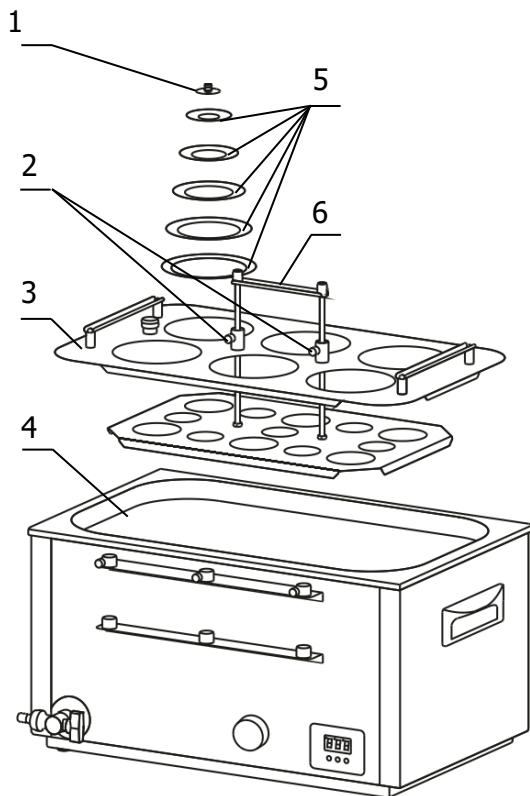

Рисунок 3 — Установка корзины в ванну бани (на примере ЛБ63)
1.4.2 Все модификации лабораторных бань ЛБ имеют сходную конструкцию ванны 3, в которую установлена корзина 1. Корзина имеет адаптер для контрольного термометра 2 и регулируемое по высоте дно. Баня имеет механический таймер 6, цифровой регулятор температуры 7 и кран для слива теплоносителя 5. Каждое рабочее место оснащено системой из пяти концентрических колец 5 (рисунок 3), позволяющей размещать в корзине емкости различного диаметра (максимальный диаметр рабочего места — 110 мм). Крышка 1 (рисунок 3) закрывает отверстие в наименьшем из колец при неиспользовании рабочего места. Штативы с лапками 8 (рисунок 1) предназначены для установки в вертикальное положение и фиксации высоких и неустойчивых емкостей.
Корзины лабораторных бань на два и шесть рабочих мест имеют стационарную ручку 6 (рисунок 3). Корзины бань на одно, три и четыре рабочих места — съемную ручку 6, показанную на рисунке 4.
2.2.4 Поднять дно корзины в крайнее верхнее положение с помощью ручки 6 и зафиксировать винтовыми фиксаторами 2 (рисунок 3). В зависимости от диаметра емкости установить необходимое количество концентрических колец 5 и поместить емкость в корзину. Положение колбы можно зафиксировать, надев на ее горловину кольцо подходящего диаметра.